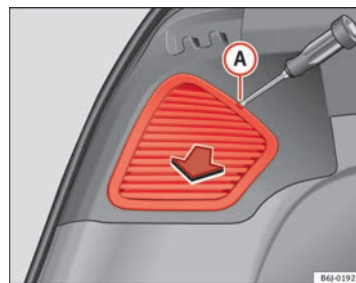

Fig. 159 Feux latéraux
- Retirez ce cache à l'aide d'un tournevis à tête plate placé dans la rainure indiquée **(A)** ⇒ fig. 159.